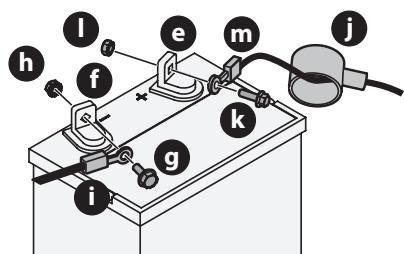

Fig. 23
NOTA: el borne positivo de la batería está marcado como POS. (+) (e). El borne negativo de la batería está marcado como NEG. (-) (f) (Fig. 23).
3. Retire el tornillo de cabeza hexagonal (g) y la tuerca sems (h) que fijan el cable negativo negro de la batería (i) al borne negativo de la batería (f) (marcado NEG). Aleje el cable del contacto negativo de la batería (Fig. 23).
4. Retire el capuchón rojo (j), el tornillo de cabeza hexagonal (k) y la tuerca sems (l) que fijan el cable negativo negro de la batería (m) al borne positivo de la batería (e) (marcado POS) (Fig. 23).